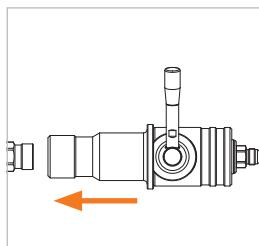

Figure 10
- ▶ Insérez le réceptacle de service WEH® sur le nozzle de ravitaillement jusqu'en butée et maintenez le nozzle dans cette position (position OFF) (*Figure 10*).